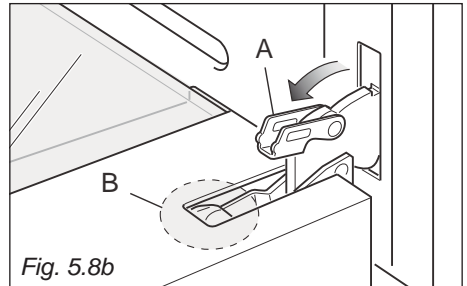
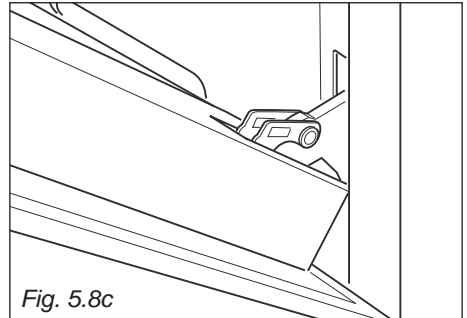

Fig. 5.8b
Fig. 5.8c
- Aprire completamente la leva "A" delle cerniere destra e sinistra (fig. 5.8b).
- Socchiudere dolcemente la porta (fig. 5.8c) fino a quando le leve "A" delle cerniere destra e sinistra si agganciano alla parte "B" della porta (fig. 5.8b).